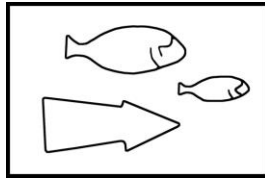
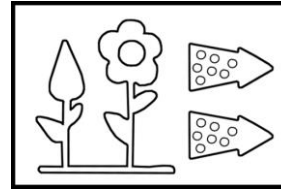

Fig 4
Fig 5
- Retirer le flexible du raccord de flexible du filtre fig. 4 (flèche s'éloignant du filtre, symbole représentant des poissons) et le monter sur le troisième raccord de flexible du filtre fig. 5 (flèche s'éloignant du filtre, symbole représentant une fleur).